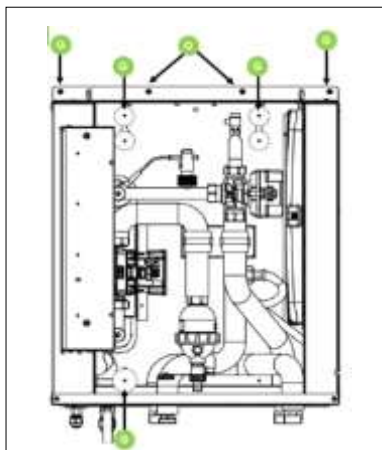

Figura 10-fissaggio modulo idro
- 4) Installare prima l'accumulo (A), togliere tappi di protezione (B) ed installare i supporti C, D, E (figura 10).